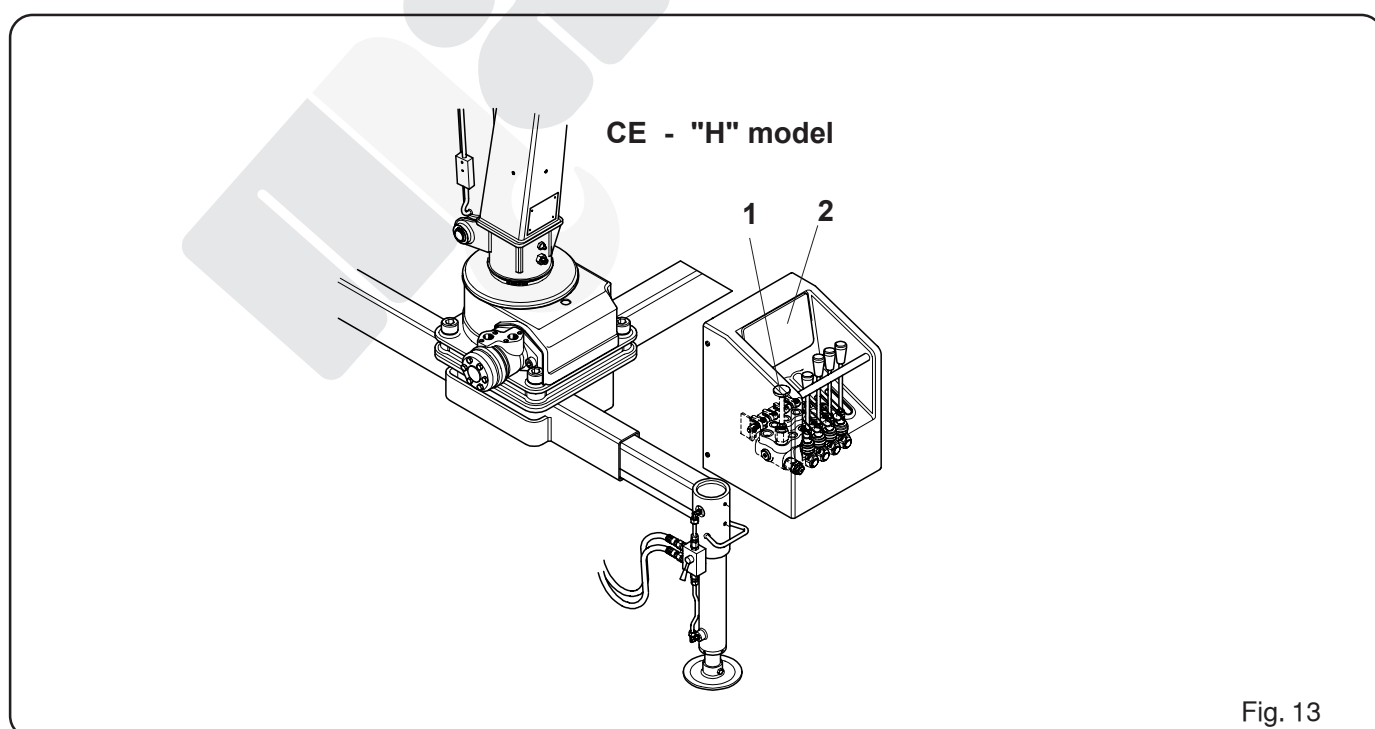

Fig. 13
- A fine lavoro ricordarsi di verificare il bloccaggio degli stabilizzatori in posizione rientrata e chiudere i rubinetti, onde evitare pericolose fuoriuscite durante la marcia (vedi fig. 13).